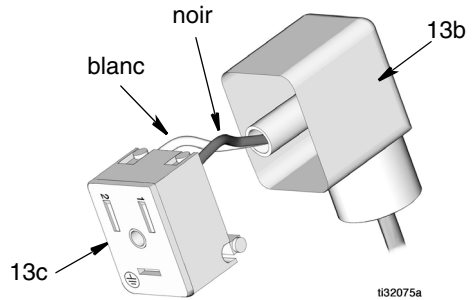

FIG. 9
12. Insérer l'autre extrémité du câble du connecteur dans le connecteur mini DIN de l'électrovanne. Connecter le fil ligne (noir) à la borne marquée 1, le fil neutre (blanc) à la borne marquée 2 (FIG. 9).
13. Replacer la plaque de retenue (13c) dans le connecteur DIN (13b) (FIG. 9).